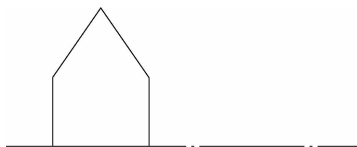

图 3-34 完成异形立面的结果
(7) 单击选择墙体, 然后按空格键确认, 结果如图 3-34 所示。